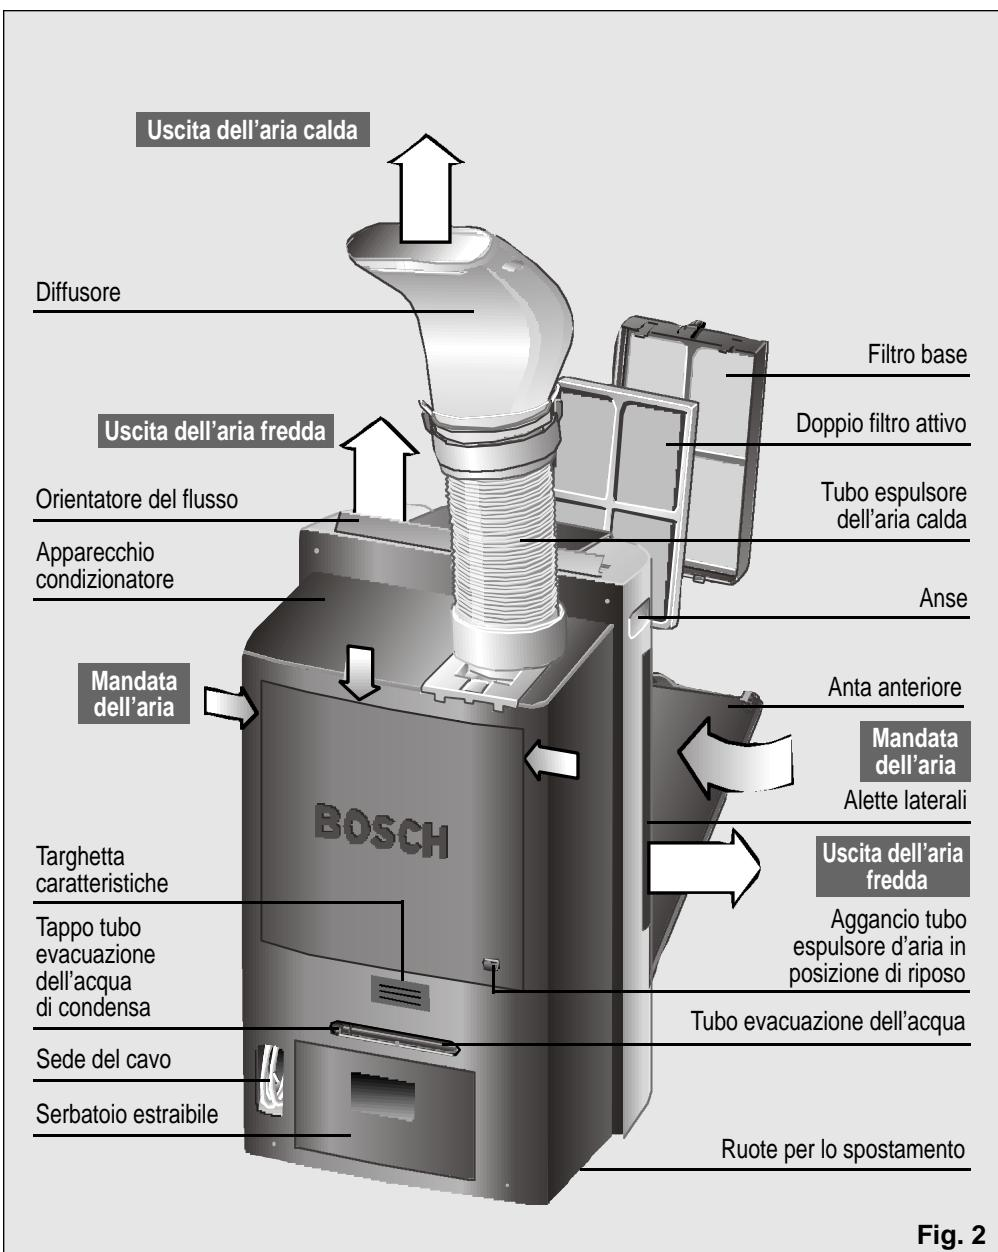

Fig. 2
Als u de hulp van de Servicedienst inroeft, geef dan het typenummer (**E-nummer**) en het serienummer (**FD-nummer**) op. U vindt deze gegevens op het typeplaatje op het apparaat, **Fig. 2**.
- Il cavo di collegamento alla rete elettrica è munito di una sede nel fianco posteriore dell'apparecchio. Vedasi Fig. 2.